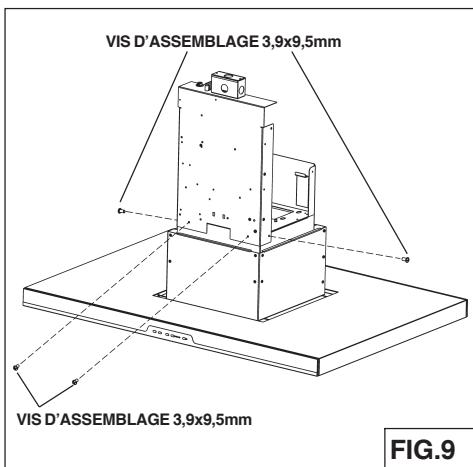

FIG.9
2. Fixez le boîtier électrique au cadre à l'aide des (2) vis de 3,9 x 9,5 mm enlevées à l'étape 1 et de (2) vis 3,9 x 9,5 mm et (2) rondelles de blocage du sachet de quincaillerie. (Fig.9)